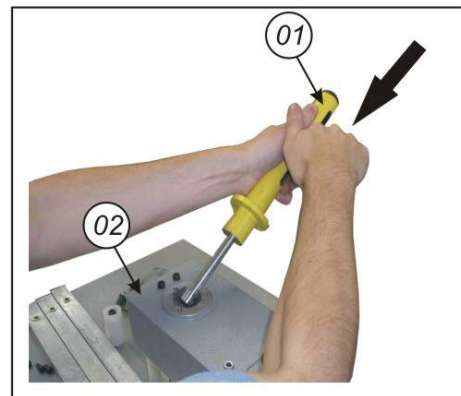

Fig. 11
- ✓ Empurre a alavanca do conjunto 01 e encaixe na peça 02 como mostra fig. 11.